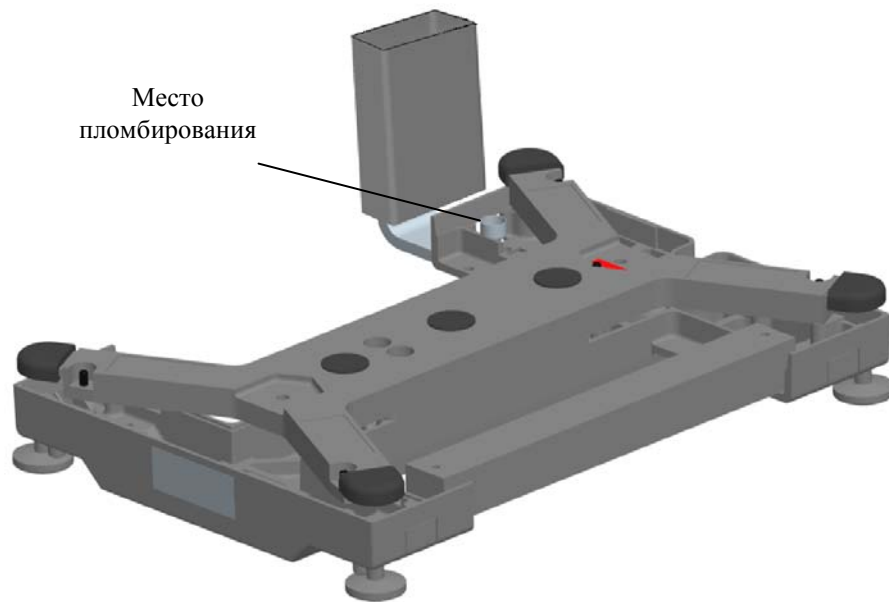

Рис. 14.1- Пломбирование весов
- опломбировать весы (Рис. 14.1).